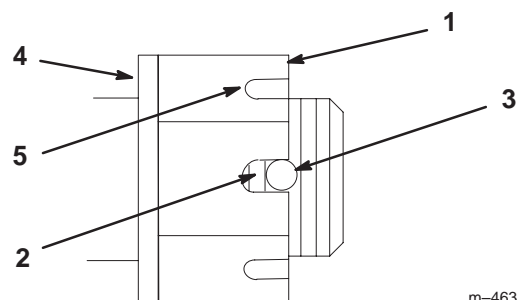

Bild 50
- Ziehen Sie die Schlitzmutter mit 169,5 Nm an (Bild 50).
- Überprüfen Sie den Abstand vom unteren Schlitzende in der Mutter zur Innenkante der Öffnung. Es sollten maximal zwei Gewinde sichtbar sein (Bild 50).
- Wenn mehr als zwei Gewinde zu sehen sind, entfernen Sie die Mutter und fügen Sie eine Scheibe zwischen Nabe und Mutter ein (Bild 50).
- Ziehen Sie die Mutter an, bis die nächste Schlitzreihe auf einer Linie mit der Öffnung im Schaft liegt (Bild 50).